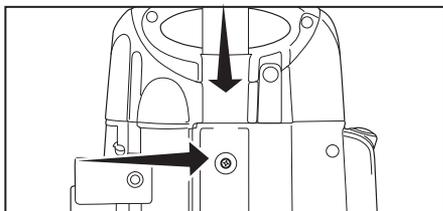

Fig. 1
- Retirez la vis de la poignée située à l'arrière de l'aspirateur (Fig. 1). Insérez la poignée vers le bas, dans le corps de l'aspirateur. Insérez la vis et serrez.